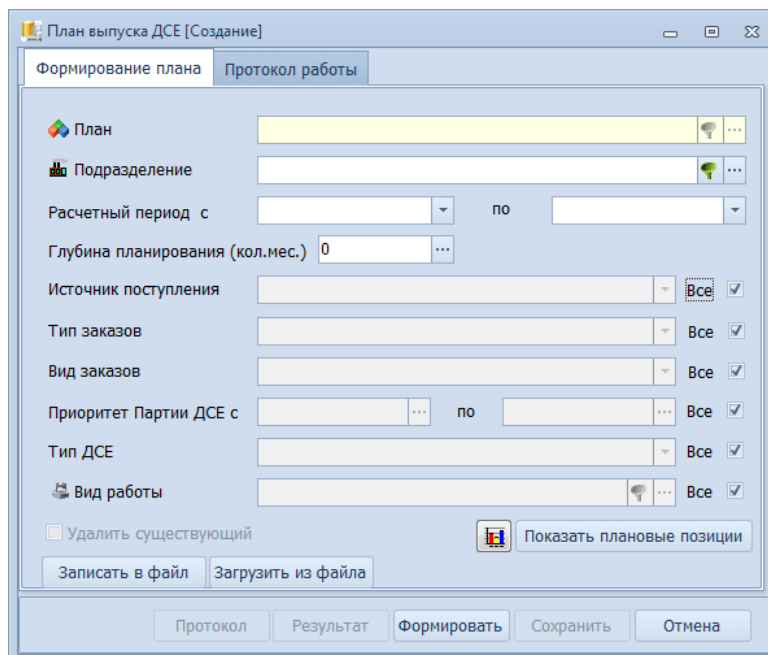

Рисунок 109. Диалоговое окно "План выпуска ДСЕ" [Создание]
2. На панели инструментов нажать кнопку **Создать**. В результате — откроется диалоговое окно «**План выпуска ДСЕ [Создание]**» на вкладке «**Формирование плана**» (рис. 109).